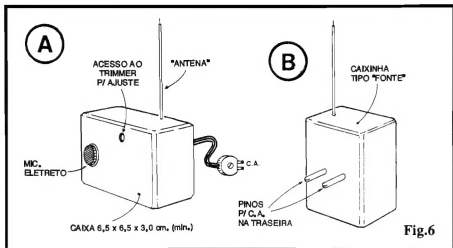

Fig. 6
- 1 - Caixa para abrigar a montagem. Ver detalhes na fig.6.
- FIG. 6 - "AGASALHAMENTO" DO CIRCUITO, OPÇÕES E POSSIBILIDADES... - Na sua configuração básica (6-A), o circuito do TPFM pode ser "encapsulado" num **container** plástico padronizado, com medidas mínimas de 6,5 x 6,5 x 3,0 cm. A disposição geral, externa, da caixa, poderá seguir a sugestão mostrada, com a anteninha sobresaindo na parte superior do invólucro, ficando na frente a "cara" do pequeno microfone de eletreto (num furo de diâmetro compatível...) e um furinho de acesso ao parafuso central do trimmer de
Sempre tendo em vista as intenções de "monitoração permanente" de um local (ou, em aplicações mais "românticas" ou "aventureiras", na "xeretagem" ou "espionagem"...), a idéia básica envolve instalar o TPFM de forma tão pouco explícita quanto possível, discretamente posicionado num cantinho qualquer, atrás de um móvel, dentro de um lustre, "embutido" em algum aparelho eletro-eletrônico "normal" do local, etc. Conforme ilustra a **fig. 6**, a conexão à C.A. local é - obviamente - obrigatória, já que dela vem a energia necessária ao funcionamento do circuito... No sistema **6-B**, com os pinos de "plugagem" à uma tomada de C.A. diretamente instaladas na traseira da própria caixa do TPFM, o eventual "escondimento" fica mais fácil, já que é comum, nas residências, locais de trabalho, etc., que tomadas de C.A. retem "esquecidas" atrás de armários, móveis, prateleiras, etc. Afé só "enfiar" o TPFM lá, sintonizar, e pronto...